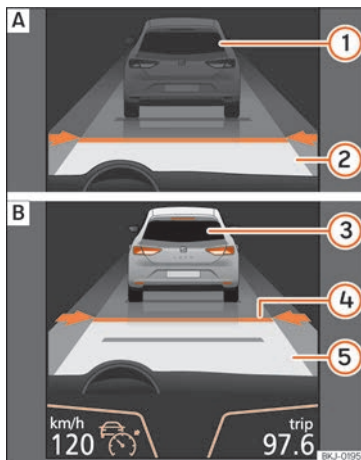
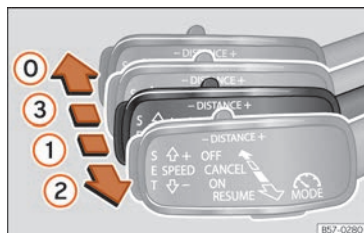
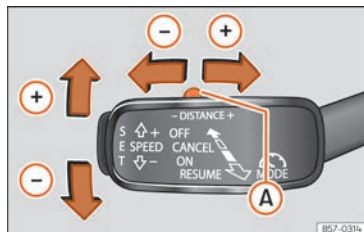

Fig. 259 En la pantalla del cuadro de instrumentos: (A) ACC inactivo (Standby). (B) ACC activo.
Fig. 261 A la izquierda de la columna de la dirección: tercera palanca para manejar el control adaptativo de velocidad.
Fig. 262 A la izquierda de la columna de la dirección: tercera palanca para manejar el control adaptativo de velocidad.
Indicaciones en la pantalla »» fig. 259:
Cuando el control adaptativo de velocidad (ACC) está conectado, en el cuadro de instrumentos se ilumina el testigo de control verde (E) y en la pantalla se muestra la velocidad programada y el estado del ACC » fig. 259.
de cruce del vehículo y activar el ACC, pulse la tecla SET » fig. 262. En caso de que se desee incrementar o disminuir la velocidad en intervalos de 1 km/h (0,6 mph), desplace la palanca hacia la posición ② » fig. 261 o pulse la tecla SET respectivamente.
La velocidad programada puede modificarse con el vehículo detenido o durante la conducción según se desee. Cualquier modificación en la velocidad programada se visualizará en la parte inferior izquierda de la pantalla del cuadro de instrumentos » fig. 259.
Para aumentar o reducir el nivel de distancia pulse la tecla basculante hacia la derecha/izquierda » fig. 262 (A).
- Para activar el ACC, con la tercera palanca situada en la posición ① se debe pulsar la tecla SET o se debe desplazar la tercera palanca del ACC hasta la posición ② » fig. 261. En ese momento la imagen del ACC en la pantalla del cuadro de instrumentos pasará a modo Activo » fig. 259.
Para desconectar el ACC desplace la palanca a la posición ③ » fig. 261 [encastrada]. En ese momento aparece el texto ACC desactivado y la función queda completamente desactivada.
Si no se desea desconectar el ACC sino pasarlo de forma temporal a modo inactivo (Standby), desplace la tercera palanca a la posición ③ » fig. 261 o pise el pedal del freno.